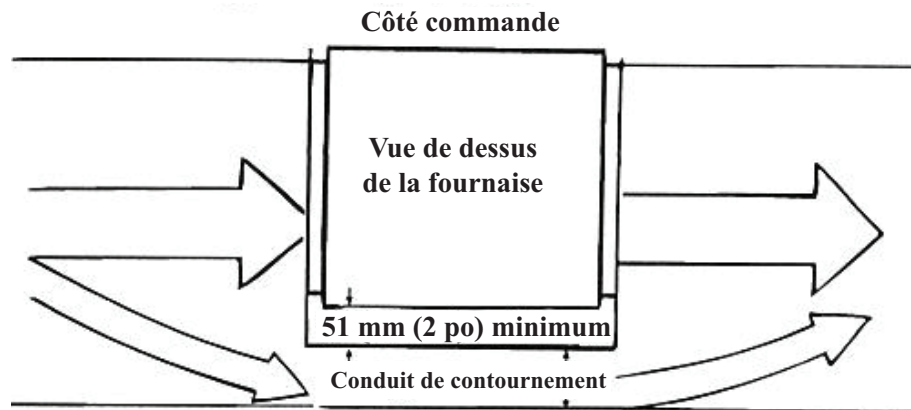

Figure 14. Conduit de contournement
Lorsque le débit d'air est supérieur à ce qui est permis ou désirable pour l'appareil, un conduit de contournement (voir Figure 14) peut être construit. Déterminez la taille appropriée du conduit de contournement comme suit :
3. Consultez le Tableau 12 pour déterminer la taille du conduit en fonction du débit du contournement le plus proche dans la colonne qui correspond à la chute de pression la plus proche (par ex., chute de pression = 0,38 (utilisez la colonne 0,40) et débit de contournement = 790 (900 est la valeur la plus proche dans cette colonne), la dimension du conduit de contournement A est donc (voir Figure 14) = 76 mm (3 pouces).
| Dimension A(voir <a href="#">Figure 14</a> )en mm (pouces) | Baisse de pression (po d'eau) |      |      |      |      |      |      |      |      |